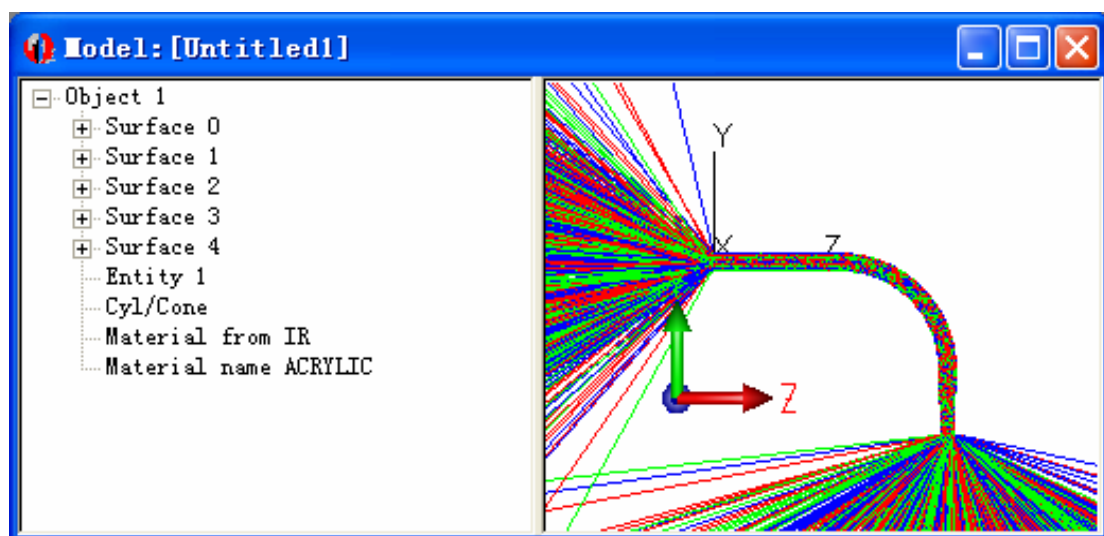

图 4.1.9
5. 点击 Apply&Trace Rays 运行描光，结果见图 4.1.9。